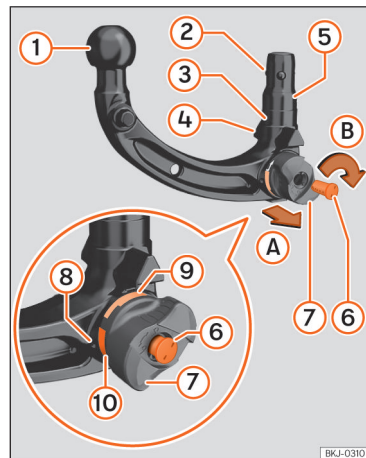

Fig. 153 Visão geral: engate amovível para reboque.
1. Antes de utilizar o engate amovível para reboque pela primeira vez, anote o número gravado na chave »» Fig. 153 ⑥, caso seja necessário fazer um duplicado.
4. Verifique se o alojamento, a roda »» Fig. 153 ⑧, a haste ⑤ e as bolas de bloqueio ② do engate para reboque estão limpas e em bom estado. Se for necessário, limpe-os.
- A marca vermelha »» Fig. 153 ⑩ da roda aponta para a marca verde ⑨ do engate para reboque.
- A roda ⑧ fica claramente separada do engate, pelo menos 4 mm [0,2 pol].
- Todas as bolas de bloqueio ② podem encaixar-se totalmente na haste ⑤.
- A chave ⑥ está dentro da fechadura, a seta da chave aponta para o símbolo de *fechadura aberta* da roda ⑧ e a chave não pode retirar-se.
1. Abra a tampa da fechadura »» Fig. 153 ⑦ e introduza a chave na fechadura.
2. Rode a chave ⑥ no sentido contrário ao dos ponteiros do relógio até a seta da chave apontar para o símbolo de *fechadura aberta* na roda ⑧.
3. Segure o engate para reboque com uma mão. Com a outra mão, retire a roda ⑧ na direção ①.
4. Rode a roda retirada ⑧ na direção ② até ao limite.
Depois de colocar o engate para reboque sob tensão, não volte a tocar na roda »» Fig. 153 ⑧. Ao bloquear o engate, a roda gira para a sua posição original e pode causar lesões »» △.
- A marca verde na roda ⑨ aponta para cima.
- O engate está fechado com chave e esta ⑥ pode retirar-se.
- Já não resta qualquer folga entre a roda ⑧ e o engate.
- Rode a chave ⑥ no sentido dos ponteiros do relógio para fechar o engate.
- Feche a tampa da fechadura ⑦.
- A marca verde na roda >>> Fig. 153 ⑨ aponta para cima.
- A roda ⑧ está colada ao engate e pode fechar-se.
- O engate está fechado e a chave ⑥ é retirada.
- Já não se pode tirar lateralmente a roda ⑧.
- Nunca utilize o dispositivo de reboque se o diâmetro da cabeça esférica >>> Fig. 153 ① for inferior a 49 mm [1,9 pol.] em qualquer ponto.